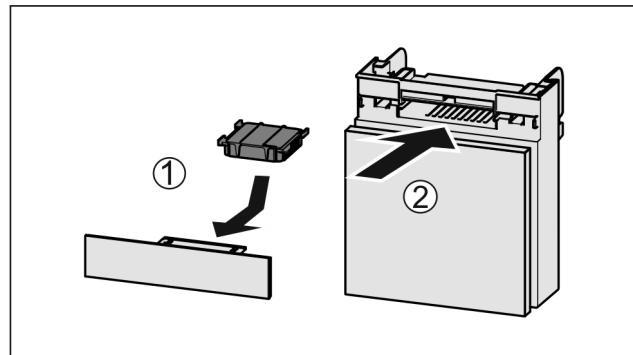

Fig. 184
- ▶ Insérer le filtre à charbon actif d'après le schéma Fig. 184 (1).
- ▶ Insérer le compartiment Fig. 184 (2).